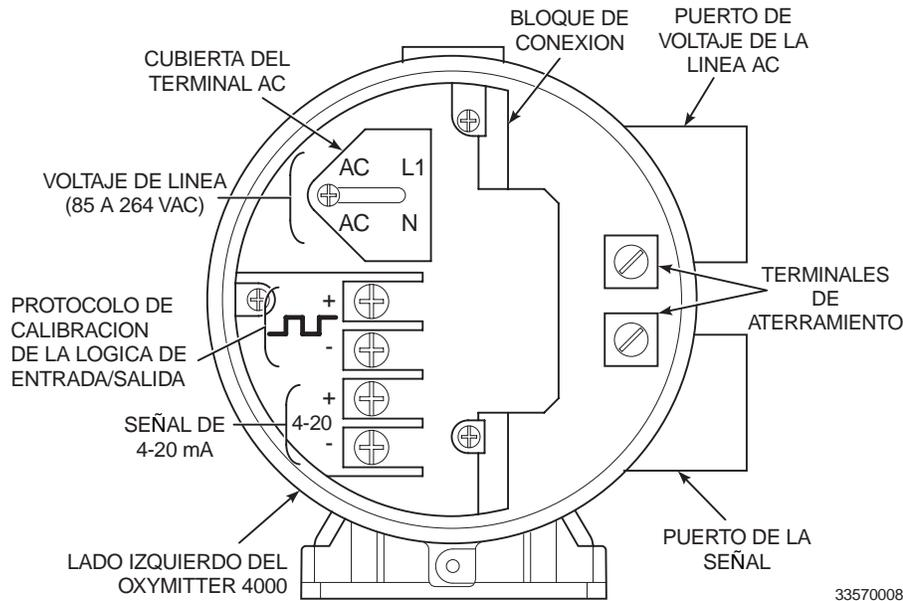

Figura 2-9. Bloque de Terminal
- b. **Conexión de tensión de línea.** Conectar la línea, o cable L1, al terminal L1 y el neutro, o cable L2, al terminal N. (Ver Figura 2-9). El Oxymitter 4000 se configurara automaticamente para una tension de línea de 90-250 y 50/60 Hz. La fuente de alimentación no necesita configuración.
- c. Conectar la señal de 4-20 mA y logica de entrada/salida de calibración de los terminales de conexión (Figura 2-9).